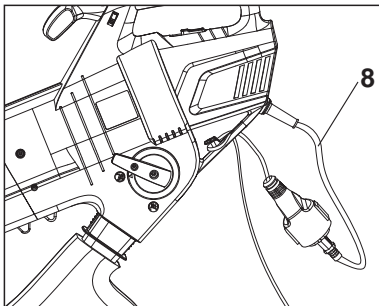

Fig. 6
2. Branchez le cordon d'alimentation [8] dans la rallonge électrique (Fig. 6).